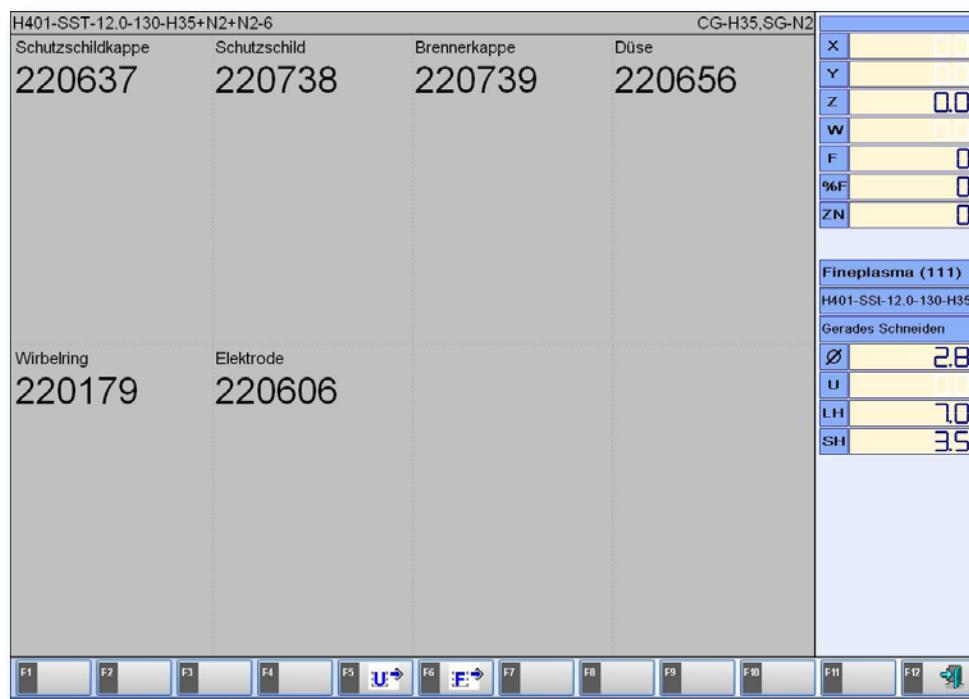

Abb. 35. Detaillierte Ansicht der Verschleißteile und Übernahme aktueller Parameter
- [S7] Neuen Schneidkopf anlegen als Kopie eines bestehenden (Abb.35)